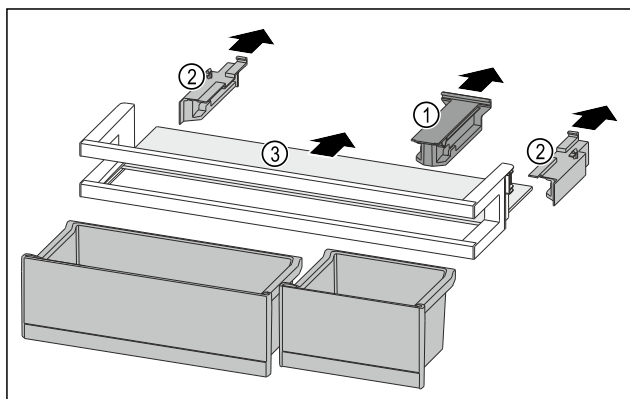

Fig. 119
- ▶ Snemite držalni del Fig. 119 (1).
- ▶ Snemite stranski del Fig. 119 (2).
- ▶ Odstranite polico za odlaganje Fig. 119 (3).